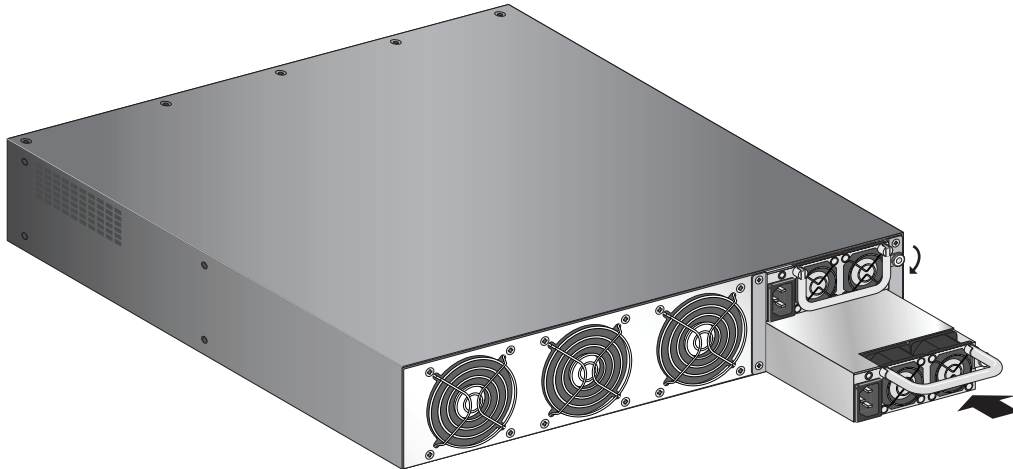

Figura 8. Sustitución de una fuente de alimentación
2. Utilice el asa para deslizar la fuente de alimentación fuera del dispositivo, tal como se muestra en la Figura 8.